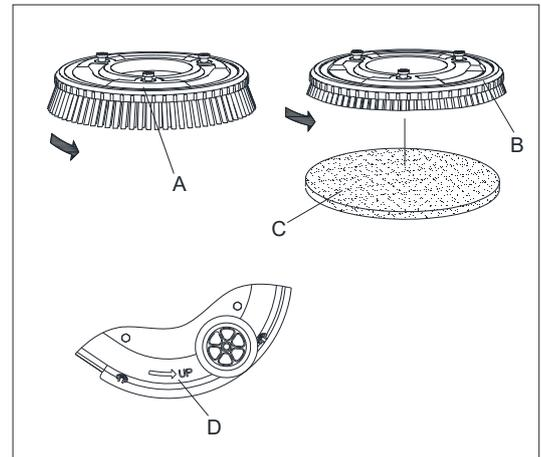

Abbildung 4
Bauen Sie die geeignete Bürste (A, Abbildung 4) oder Kissen (B und C, Abbildung 4) ein, die dem zu säuberndem Flur entspricht.
2. Setzen Sie den Bürsten-/Padhalter auf den Boden unter der Bürstenabe und richten Sie ihn in der Mitte aus. Drehen Sie dann den Bürsten-/Padhalter in die Richtung (D wie in Abbildung 4), um ihn manuell zu installieren.
3. Drücken Sie die Starttaste (38 wie in Abbildung 2) auf dem Bedienfeld, heben Sie die Bürsten (9 wie in Abbildung 2) vom Boden ab, und drücken Sie dann die Entriegelungstaste (40 wie in Abbildung 2), um die Bürsten automatisch zu lösen. Durch Drehen in die entgegengesetzte Richtung (D wie in Abbildung 4) kann der Bürsten-/Padhalter manuell auseinandergenommen werden.